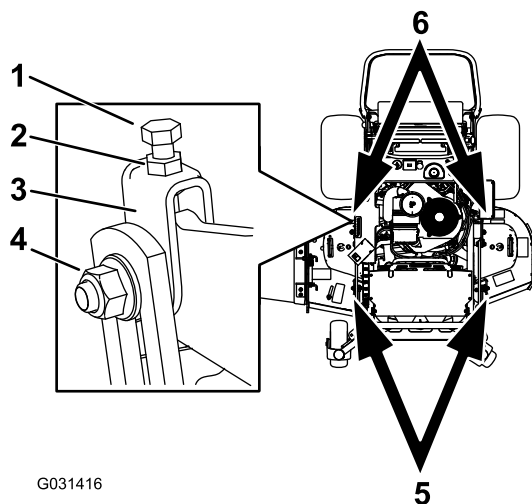

Figure 83
1. Desserrez l'écrou de blocage et l'écrou latéral dans les chapes que vous voulez régler (Figure 83).
2. Tournez le boulon supérieur de ces chapes pour régler la hauteur du tablier de coupe (Figure 83).
5. Si la mesure n'est pas correcte, localisez les 2 chapes avant sur la machine (Figure 83).